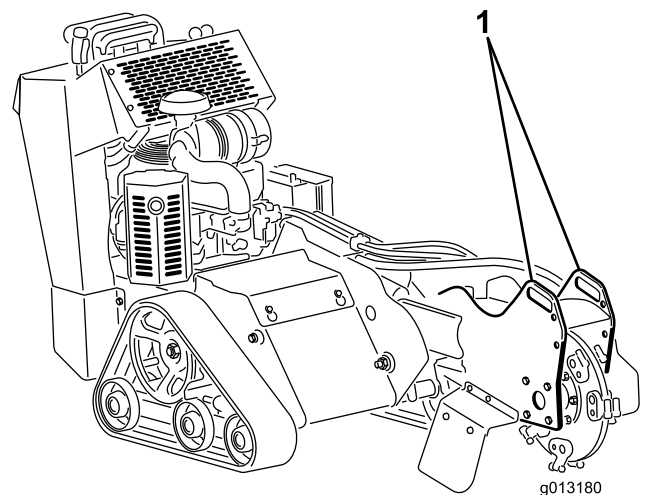
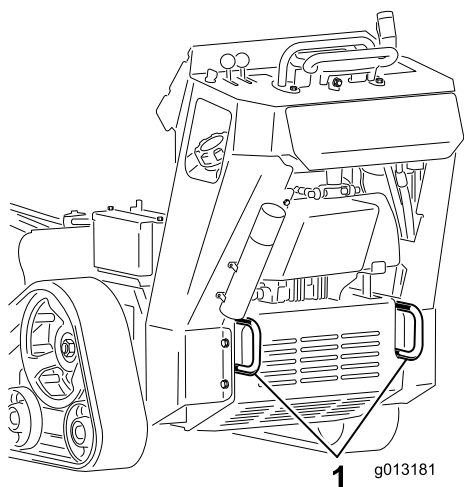

Figura 23
Figura 24
3. Fissate la macchina al rimorchio con catene o cinghie utilizzando gli anelli di attacco/sollevamento sulla parte anteriore e posteriore della macchina (Figura 23 e Figura 24).
La macchina può essere sollevata utilizzando gli anelli di attacco/ sollevamento come punti di sollevamento (Figura 23 e Figura 24).